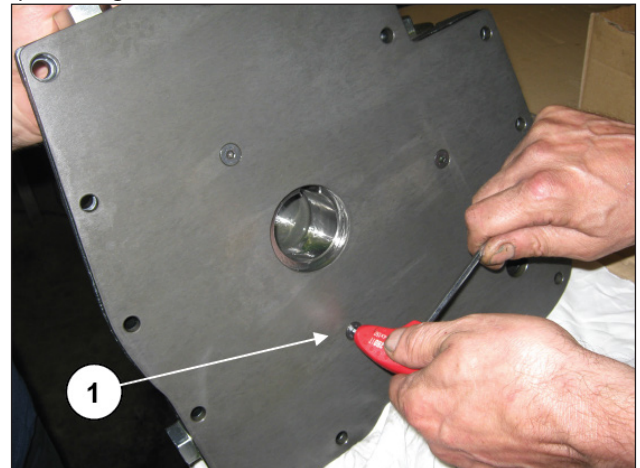
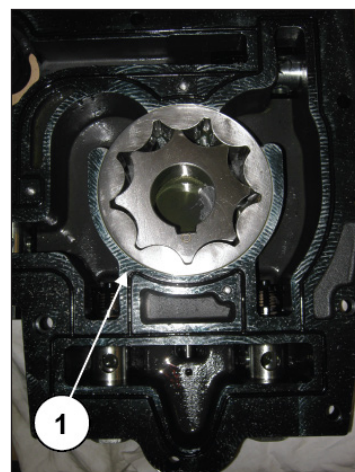

Fig. 51
Fig. 52
A seguir, a sequência correta de desmontagem da bomba de óleo. Desmonte a placa traseira do corpo da bomba de óleo, soltando os três parafusos M6 (pos. ①, Fig. 51) para ter acessibilidade aos rotores da bomba de óleo e remova-os (pos. ①, Fig. 52).